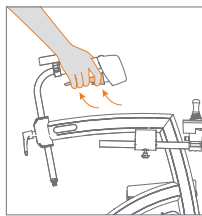

Abbildung 28: Anziehen der Feststellbremse.
- c. Möchten Sie die Feststellbremse betätigen, um sicherzustellen, dass der Rollator nicht wegrollt? Ziehen Sie zuerst die Handbremsen an und betätigen Sie gleichzeitig die Hebel der Feststellbremse. Lassen Sie dann die Bremsen los. Ihr Rollator befindet sich nun in der Parkposition (**Abbildung 28**).